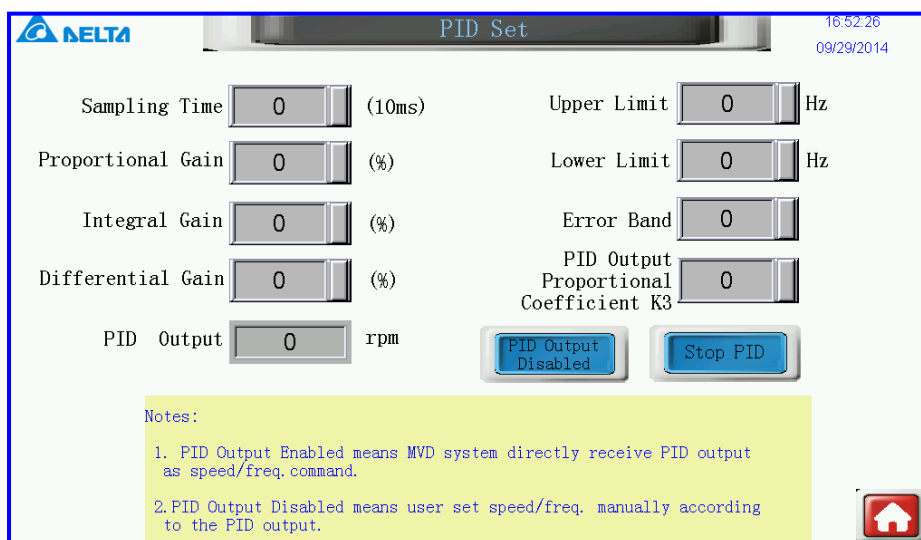

Рис. 3-4 Страница настройки ПИД-регулятора
- ✧ Start PID (включение ПИД-регулятора): После ввода всех параметров нажмите эту кнопку для их активизации; при этом откроется новая страница, как показано на Рис. 3-4.